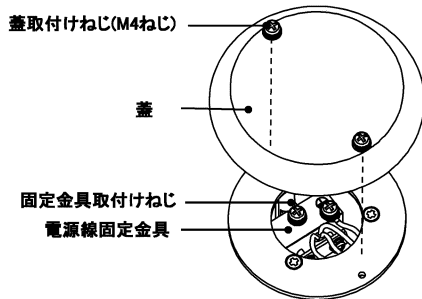

図7
- ④ 電源線固定金具をもとの位置に収納し、固定金具取付けねじ(M4ねじ)で固定してください。(図7)
接続した器具口出し線、電源線、アース線を器具の中に収納してください。(図7)